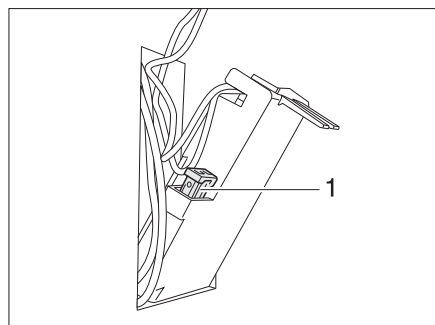

Fig. 184 Fusible del inodoro Thetford
- Cambiar el fusible (Fig. 184,1).